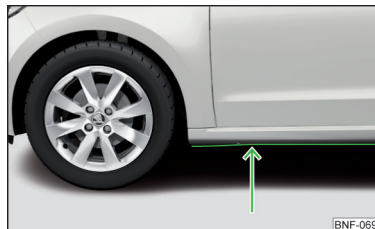

Fig. 127
- › Prima di attraversare tratti d'acqua verificare la profondità dell'acqua. Il livello dell'acqua deve arrivare al massimo al bordo inferiore del longherone inferiore » fig. 127.